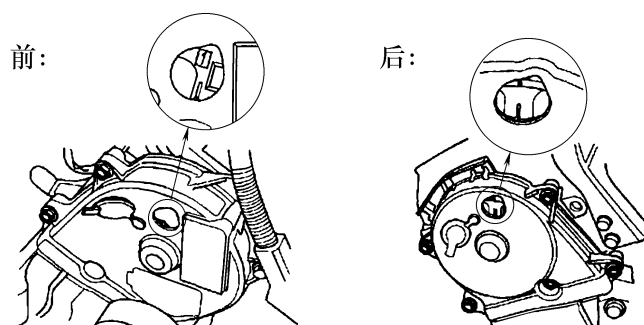

图 23-68 检查凸轮轴带轮上的标记
- 15) 如图 23-68 所示, 检查凸轮轴带轮上的标记, 确认标记设置在上止点位置。